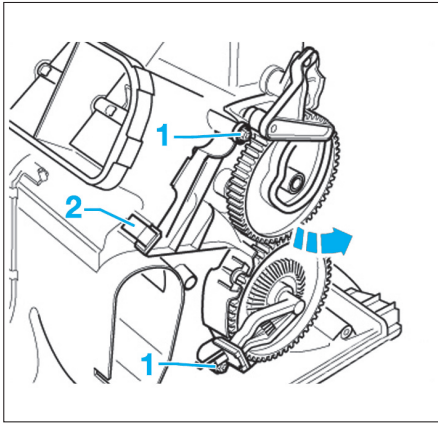

Fig. 12
- Déposer la vis (1) (Fig.12).